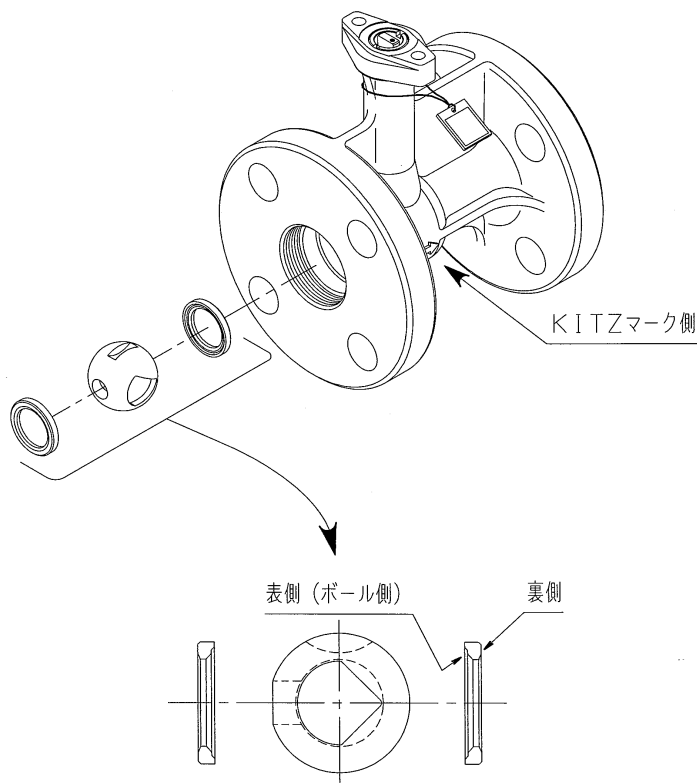

図15
- 2.3.5 ボールシート(30)を表裏に注意して、ボデー(1)に取付けてください。図15
2. 3. 7 ボールシート(30)の表裏に注意して、インサート(29)に取付けてください。図15